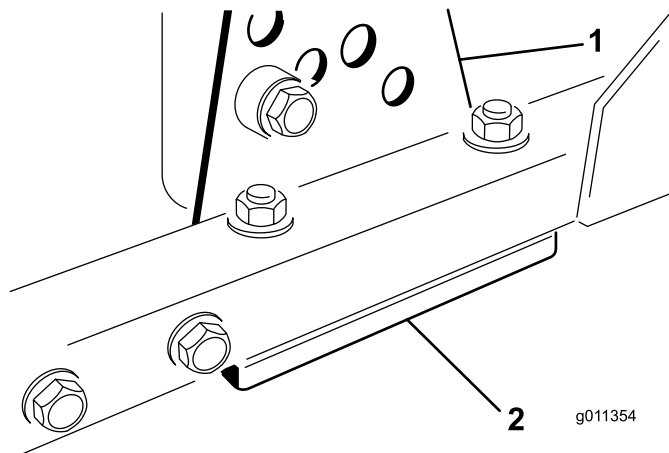

Bild 73
- Entfernen Sie die Schnitthöhen-Einstellhalterung (vorne, links oder rechts) vom Mähwerkrahmen (Bild 73).
- Führen Sie 1,5-mm- und/oder 0,7-mm-Beilagscheiben zwischen dem Mähwerkrahmen und der Halterung ein, um die gewünschte Schnitthöhe zu erhalten (Bild 73).